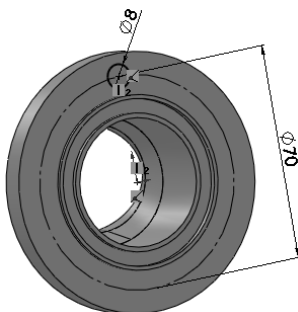

图 7-36 设置圆为构造线
2) 绘制构造线。单击“草图”控制面板中的 $\odot$ （圆）按钮，或选择菜单栏中的“工具”→“草图绘制实体”→“圆”命令，利用 SOLIDWORKS 的自动跟踪功能绘制一个圆，使其圆心与坐标原点重合，在“圆”属性管理器中选择“作为构造线”复选框，将圆设置为构造线，如图 7-36 所示。